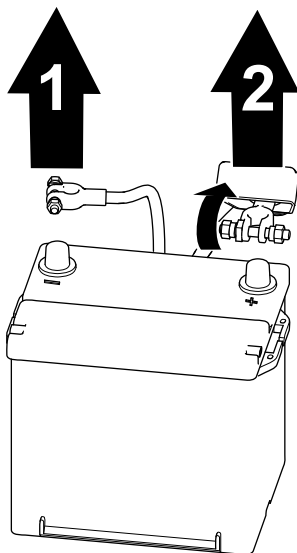

Figure 58
1. Débranchez le câble négatif de la borne de la batterie (Figure 58).
2. Soulevez le capuchon isolant et débranchez le câble positif de la borne de la batterie (Figure 58).